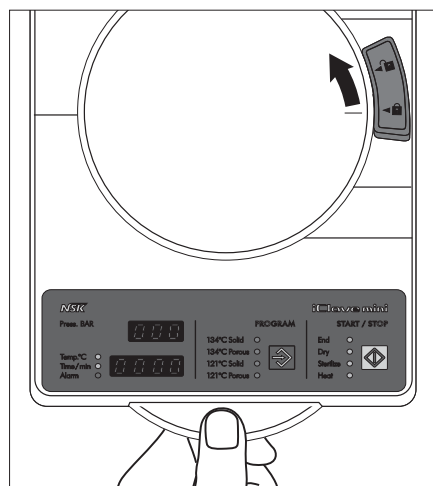

図 13
- 5) ドアのつばを押さえながら、ドアハンドルノブを“”と“”が合う位置まで、“”側にスライドさせます。(図 13)